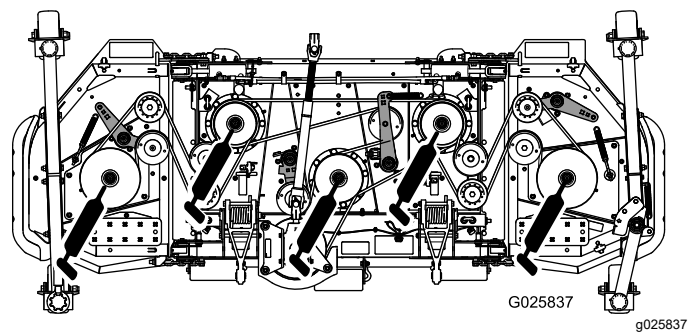

Bild 21
- Spindelwellenlager (5) (Bild 21)